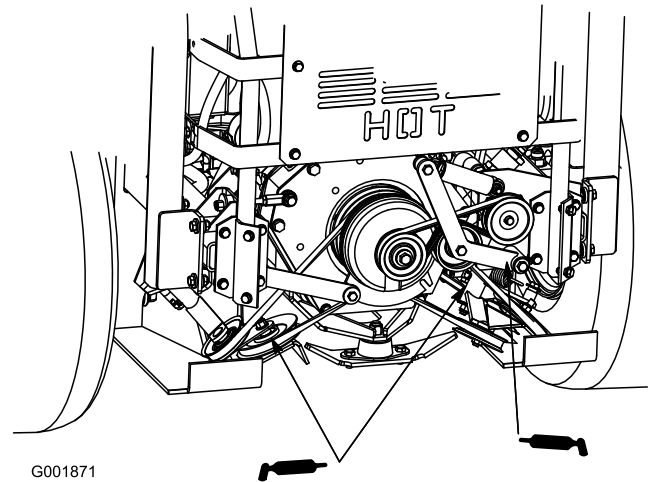

Figure 37
1. Graissez le bras de la poulie de tension de la courroie du ventilateur de refroidissement (Figure 37).
2. Graissez le bras de la poulie de tension de la courroie d'entraînement (Figure 37).